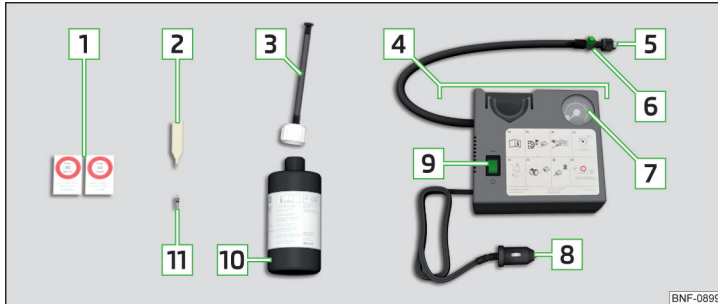

Abb. 325 Pannensetbeschreibung
- › Den Ventileinsatzdreher **2** » **Abb. 325 auf Seite 298** auf den Ventileinsatz stecken, sodass der Ventileinsatz in den Schlitz des Ventileinsatzdrehers passt.
- › Den Reifenfüllschlauch **5** » Abb. 325 auf Seite 298 fest auf das Reifenventil schrauben.